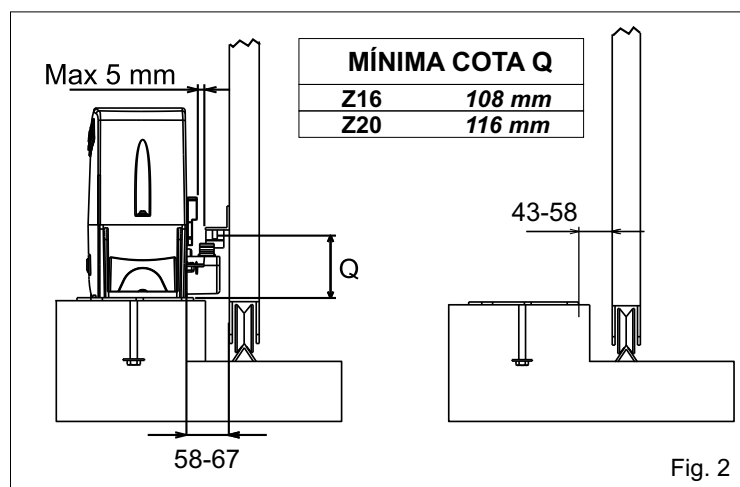
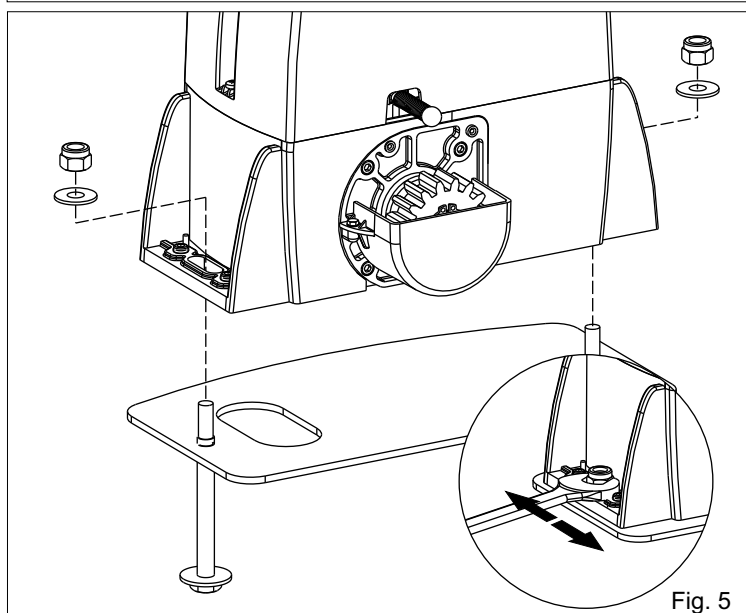

Fig. 2
Fig. 5
2.3. Antes de cementar la placa de anclaje asegurarse que la misma resulte perfectamente horizontal y que sea respetada la medida de 58-67 mm indicada en Fig. 2.
4.2. Fijar el motoreductor a la placa de fundación mediante los dos dados en dotación regulando la posición lateral (Fig. 5) para respetar las medidas citadas en la figura (Fig. 2).